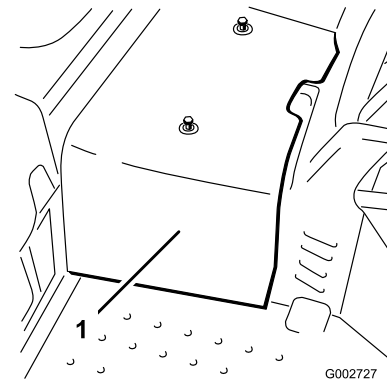

Figura 45
2. Afloje los 2 tornillos que fijan la cubierta central a la máquina y retire la cubierta (Figura 45).